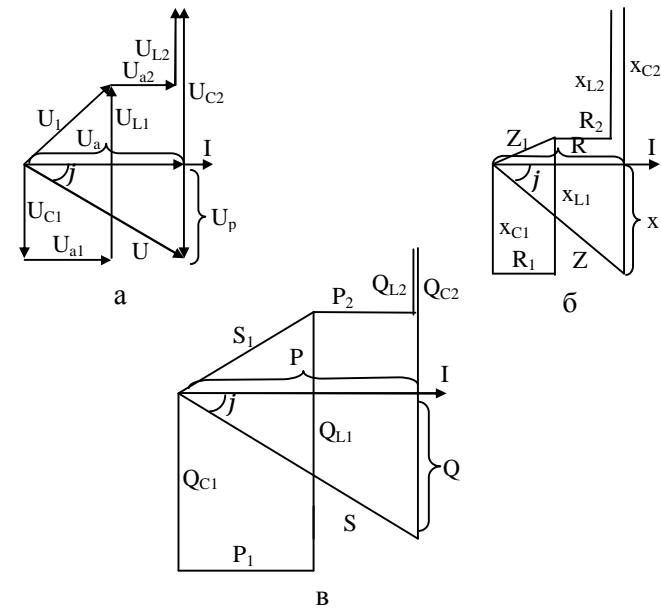

Рис. 32
9. Строим топографическую векторную диаграмму (рис. 32, а). Для этого в последовательной цепи задаемся вектором тока без
Диаграммы сопротивлений и мощностей приведены на рис. 32, б и 32, в.